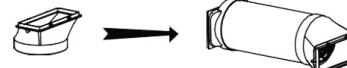

Fig. 1
1. Conecte el extremo ranurado al extremo de la manguera estirando el extremo y girándolo hasta que esté firmemente sujeto (al menos 3 vueltas completas) (Fig. 1).